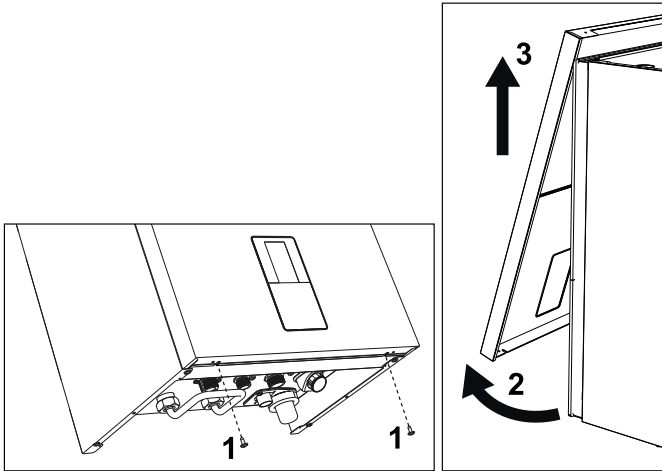

fig. 42- Deschiderea panoului frontal
1. Deșurbați șuruburile „1” (consultați fig. 42).